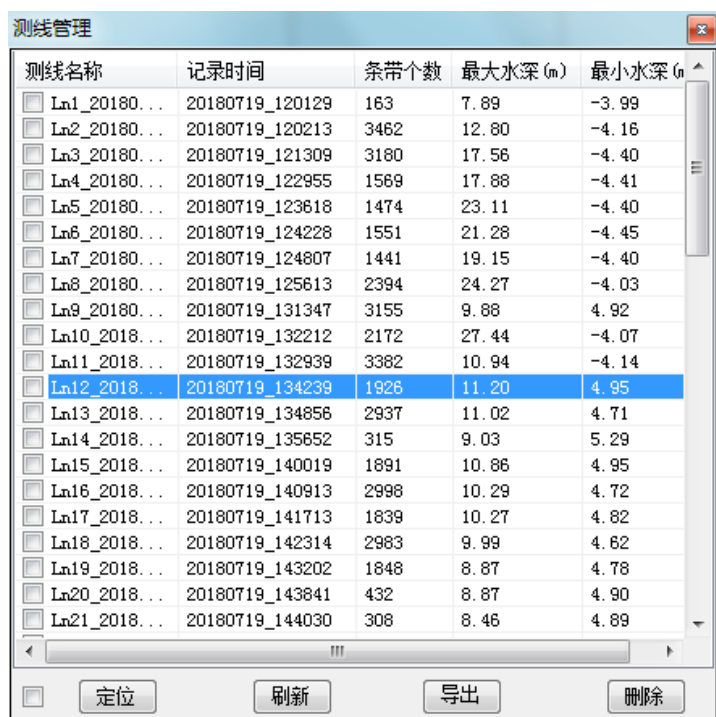

图 10-11 测线管理
**编辑面标记：**点击编辑按钮，鼠标选中需要编辑的标记面，进入编辑模式，并出现面标记编辑工具栏(如图 10-11 所示)，【点移动】可以鼠标拖动选中的面标记边界线上的顶点位置，【点删除】可以删除选中的面标记边界线上的顶点，【设置点坐标】可以修改选中的面标记边界线上的顶点坐标，【删除】可以删除选中的面标记。此外，在编辑状态下，选择线型，可以修改选中的面标记的线型；选择颜色，可以修改选中的面标记边界线的颜色；设置线宽，可以修改选中的面标记边界线的线宽；设置填充参数，可以修改选中的面标记的填充模式和填充颜色。点击【退出】或鼠标右键结束编辑面标记。